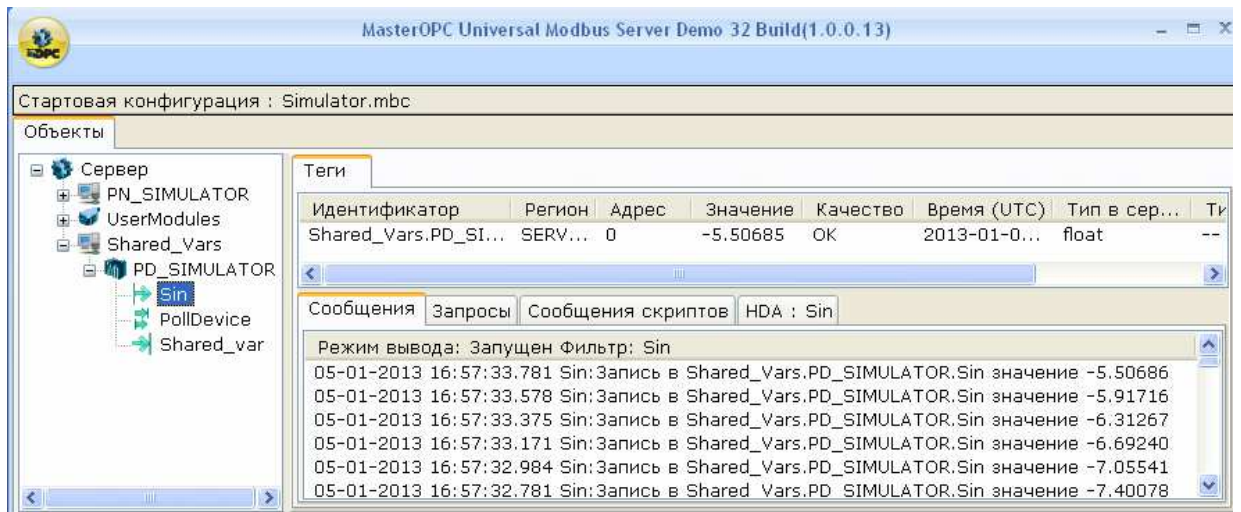

Рис. 3. Состояние переменной SIN вычисляемой OPC сервером.
1. Настройте OPC сервер на выдачу синусоидального сигнала (см. Рис. 3).